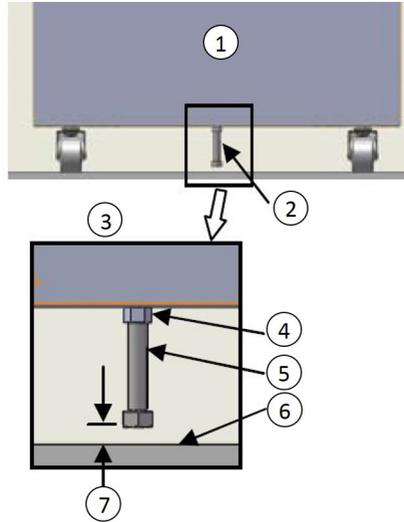

Figure 2. Emplacement du boulon
- b. Desserrez le boulon de 1/2 po jusqu'à ce qu'il y ait un dégagement de 1/2 po (1,2 cm) entre le sol et la tête du boulon, comme montré à la *Figure 2* ci-dessous.